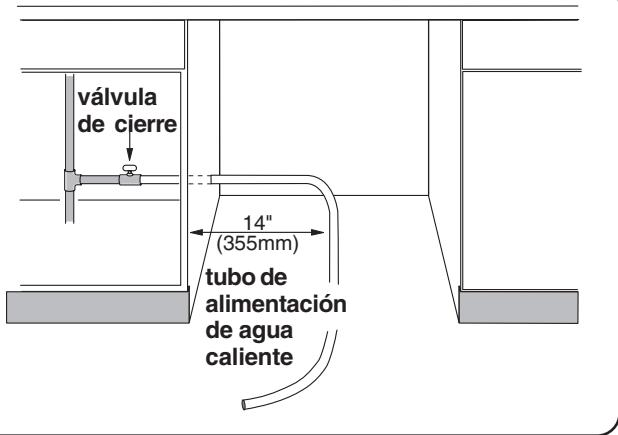

Ilustración 6
**Ilustración 6.** Se deben terminar todas las conexiones soldadas antes de conectar el tubo de agua a la válvula de entrada de agua a la lavadora. También, se puede instalar una manguera con alambre trenzado para alimentar la lavadora con agua. Consulte con sus proveedores de piezas de plomería para obtener los accesorios para las cañerías y los acopladoreos acodados de 90°.
**NOTA:** No obstante el sitio donde el tubo de agua caliente entre en el gabinete, sitúe el tubo a 14" (35 cm) del lado izquierdo del gabinete, tal como indica en la Ilustración 6.